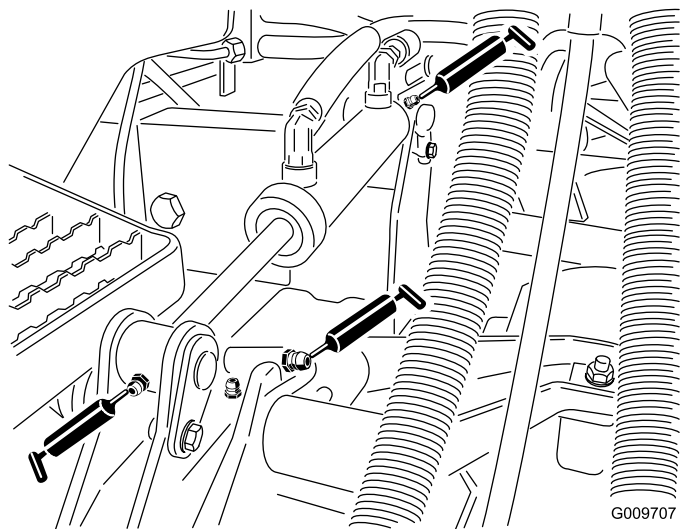

Bild 78
- Hubarmbüchsen (1 pro Mähwerk), wie in Bild 78 abgebildet
- Hubzylinder-Büchsen (2 pro Mähwerk), wie in Bild 78 abgebildet